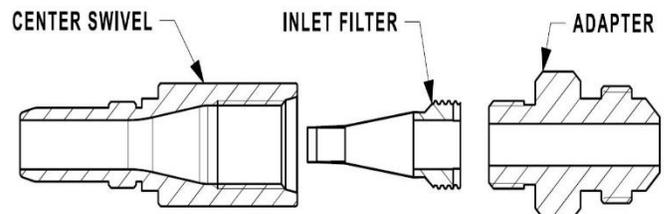

Figure 6 : Filtre d'admission
5. **A la demande :** inspectez et remplacez le filtre d'admission de pistolet pour garantir son bon fonctionnement (Figure 6)